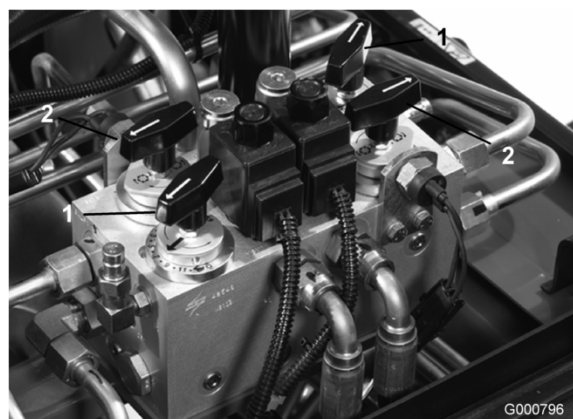

Figure 70
3. Localisez les boutons de sélection de vitesse des cylindres et les boutons de rodage (Figure 70). Tournez le(s) bouton(s) voulu(s) à la position de rodage et le(s) bouton(s) de sélection de vitesse des cylindres à la position 1.